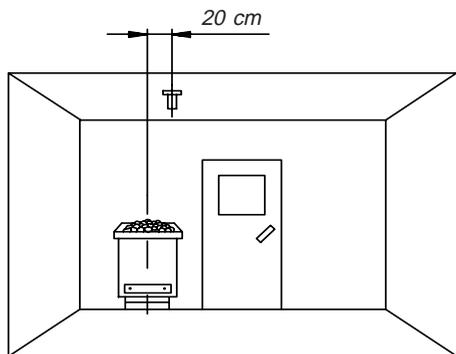
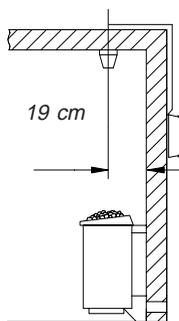

Fig. 17
Fig. 18
Tenez compte que les indications ci-après se réfèrent aux valeurs qui ont été spécifiées lors du contrôle de l'appareil selon EN 60335-2-53. La sonde du poêle doit systématiquement être montée à l'endroit où les températures maximales sont attendues. La Fig. 17 vous donne un aperçu des emplacements de montage des sondes..
1. La sonde du poêle est montée à l'intérieur des cabines aux dimensions maximales de 2 x 2 m conformément à la Fig. 17 et Fig. 18 et conformément aux Fig. 17 et 19 lorsque les cabines sont plus grandes.